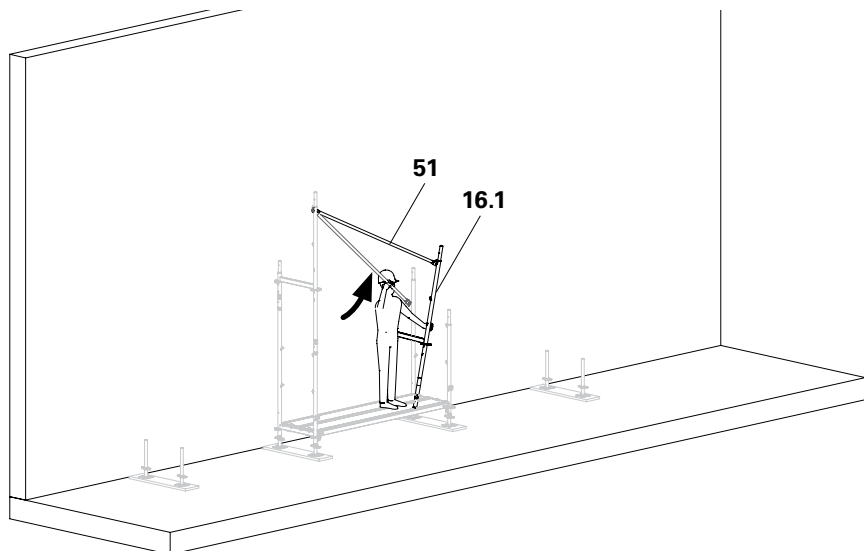

Abb. B2.07
3. Geländerholm EPG (51) in den Geländerhaken (16.1) des zweiten Easy Rahmens EVF einhängen. (Abb. B2.07)